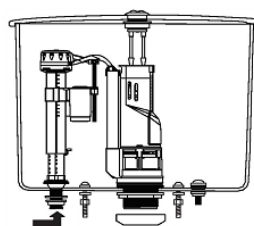

Рис. 2
2. Установите в бачок впускной клапан (со стороны вентиль) и сливной клапан (рис.2).